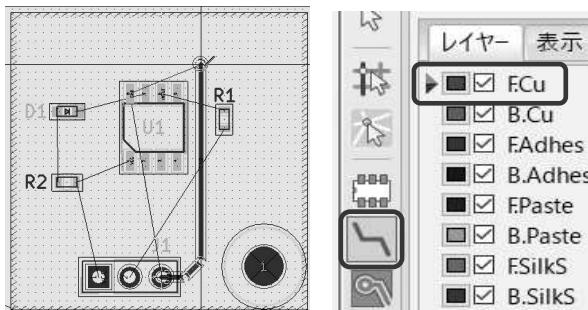

図 10-15
- ① グリッドを 0.6350mm(25.00mils)にします。
- ② 右ツールバー 「配線とビアの追加」を選択。「F.Cu」レイヤーを選択します。図 10-15